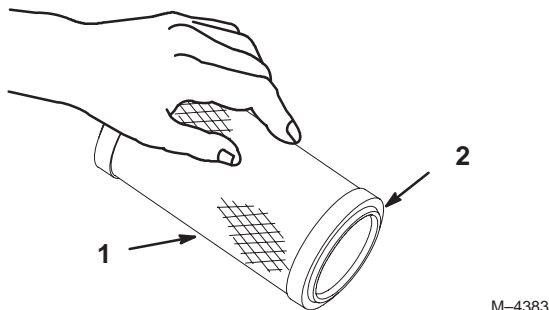

Figure 39
1. Tapotez doucement l'élément sur une surface plane pour faire tomber la poussière et la saleté (Fig. 39).